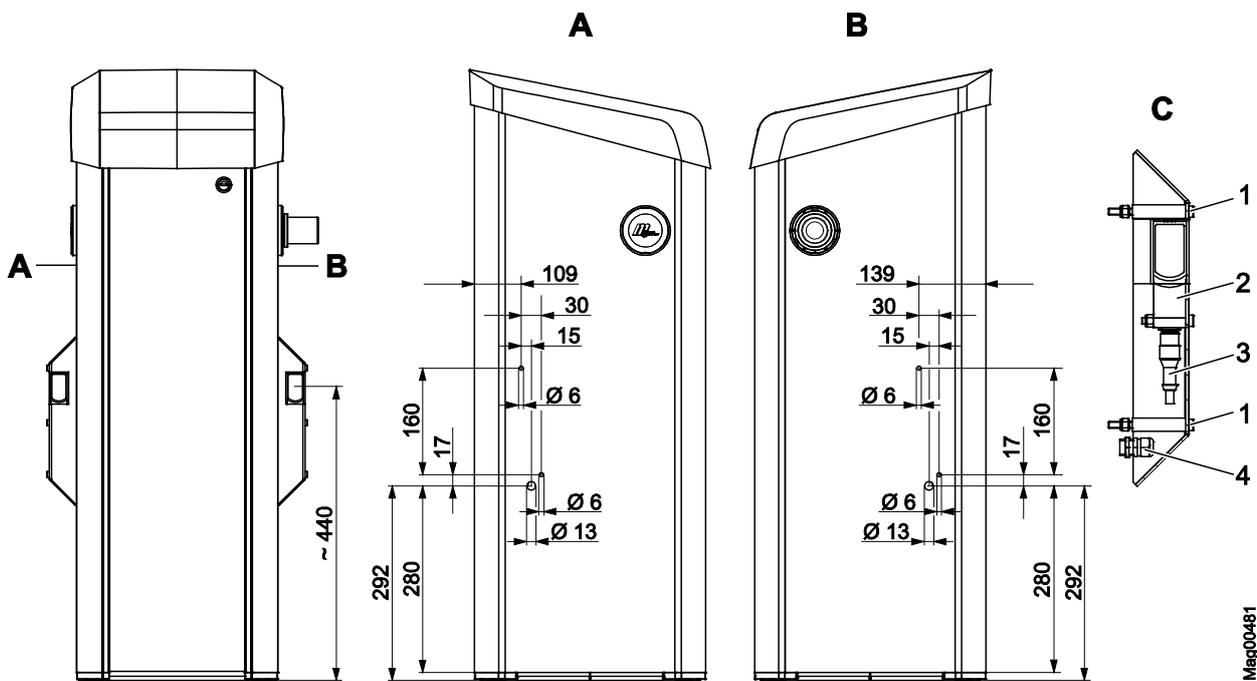

Abb. 25: Lichtschrankengehäuse des Senders am Schrankengehäuse montieren (Maße in mm)
1. Bohrungen für das Lichtschrankengehäuse gemäß Abb. 25 am Schrankengehäuse bohren.